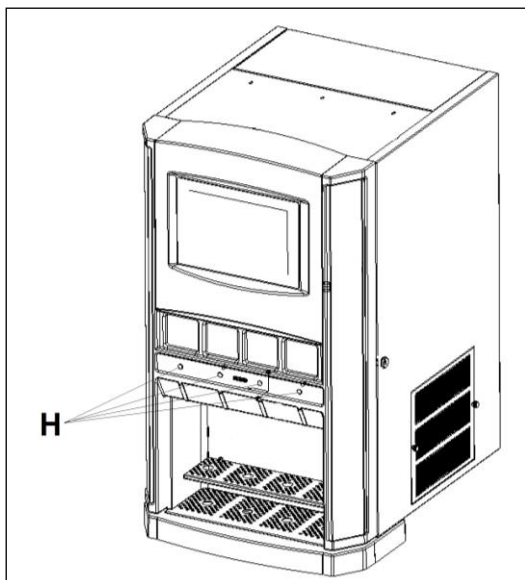

Fig. 3
- **E**ffettuare un'erogazione (pulsante H. fig. 3) al fine di eliminare il prodotto residuo all'interno del circuito.
- **E**rogare acqua calda addizionata con prodotto sanificante premendo il relativo bottone H (Fig. 3) fino a quando non viene completata la sanitizzazione del circuito.
- **P**remere il pulsante di erogazione H per eseguire il risciacquo (Fig. 3) e prostrarlo fino a che l'acqua in uscita risulterà completamente limpida (far scorrere almeno 1l d'acqua).